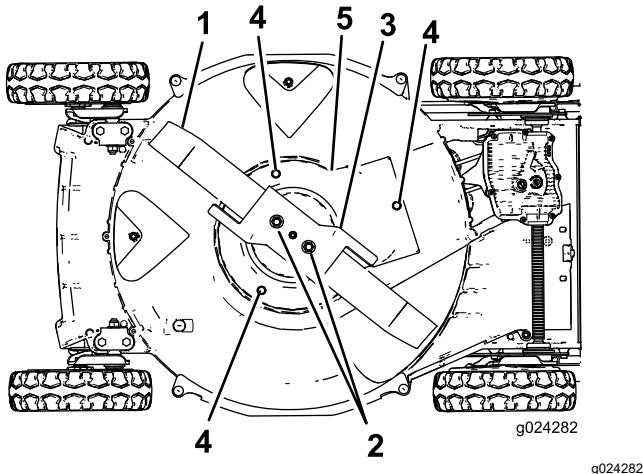

Figure 32
6. Enlevez les 2 écrous de lame, l'accélérateur et la lame (Figure 32).
7. Retirez les vis qui fixent la protection du débrayage du frein de lame au carter du tablier de coupe (Figure 32).